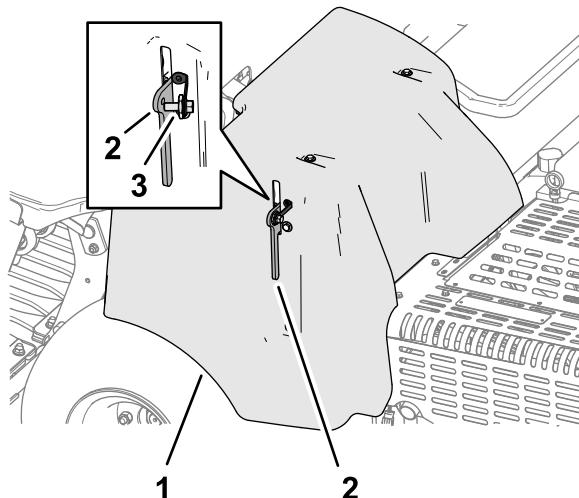

图 147
- 如果您的机器安装有符合欧盟 (CE) 标准的皮带罩门锁系索应将系索螺栓拧入皮带罩门锁中的孔并拧紧螺栓 图 147。